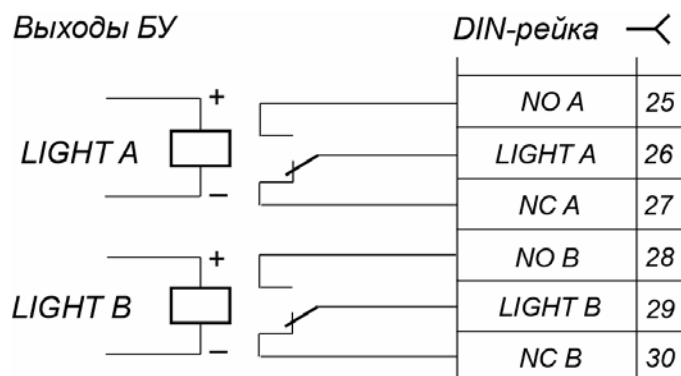

Рисунок 10. Выходные каскады для Light A и Light B
5.4.4 **Выносные световые индикаторы** подключаются на клеммы DIN-рейки 25...30. При этом реле «*Light A*» («*Light B*») активизировано (на его обмотку подано напряжение), когда горит соответствующий данному направлению прохода зеленый индикатор на блоке индикации турникета, и нормализовано (на его обмотку напряжение не подано), когда горит соответствующий данному направлению прохода красный индикатор. Выходные каскады для *Light A* и *Light B* – перекидные контакты реле (см. рис. 10) со следующими характеристиками сигналов: